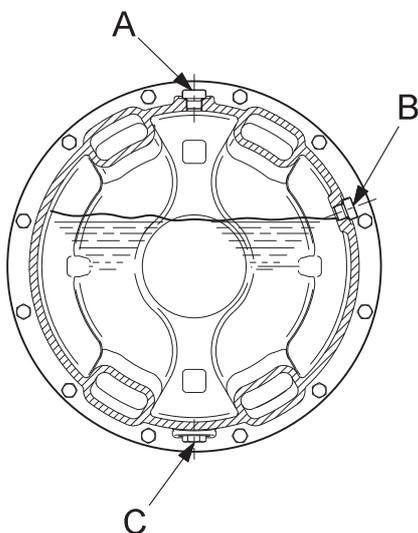

Рис. 1 Масляные пробки на насосе
1. Определить положение резьбовых пробок А, В и С относительно друг друга. См. рис. 1.